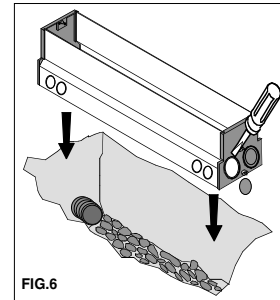
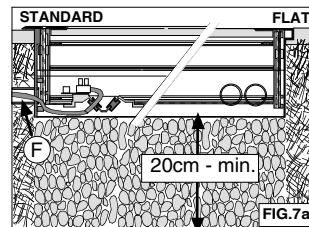

FIG.6
FIG.7a
- Prima di interrare e/o cementare la cassaforma, **creare nella zona i alloggiamento uno strato di ghiaia di drenaggio sufficiente a garantire l'eventuale deflusso dell'acqua (circa 20 cm) FIG.6-FIG.7a**
- Introdurre negli appositi fori della cassaforma il tubo o i tubi F (nel caso di linea continua) rigidi per il passaggio dei cavi FIG.7a
- Before burying and/or cementing the housing, pay attention to **leave in the housing zone a drainage gravel layer enough to grant the eventual water downflow (about 20 cm) FIG.6 -FIG 7a**
- Insert into the housing holes the rigid tube or F tubes (in the case of continuous line) for the cables. FIG7a
- Avant de cimenter ou d'enterrer le boîtier, **ne pas oublier de laisser une couche de drainage en gravier pour une éventuelle évacuation de l'eau. FIG.6 – FIG.7a**
- Insérer dans les trous du boîtier le tube rigide ou "F" tube (en cas de ligne continue) pour le câble. FIG.7a
- Bevor das Gehäuse zu vergraben oder zementieren, **achten Sie darauf, dass es geung Kies fuer die Draenung des Wasser gibt (ca. 20 cm) BLD 6-BILD 7a**
- Fuehren Sie in den eigenen Loecher des Gehause die Roehre oder die F Roehren (im Fall von Vollinie) fuer den Kabeldurchgang ein BILD 7a